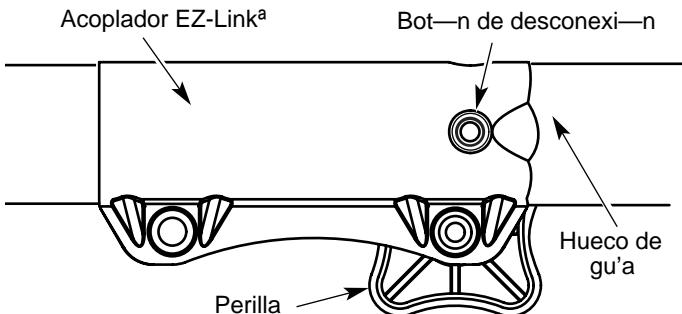

Fig. 6
1. Gire la perilla en sentido antihorario para aflojarla (Fig. 6).
2. Opima y sostenga el bot—n de desconexi—n (Fig. 6).
NOTA: La alineaci—n del bot—n de desconexi—n con el hueco de gu'a facilita la instalaci—n (Fig. 6).